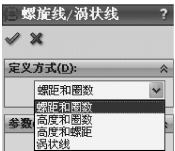

图 6-4 【定义方式】选项组
1) 【定义方式】选项组：用来定义生成螺旋线和涡状线的方式，可以根据需要进行选择，如图6-4所示。